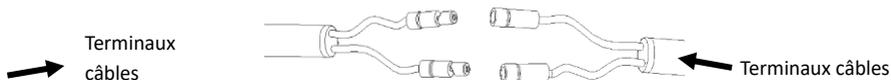

Figure 75 – Connexion câble du ventilateur à l'équipement
e) Serrer l'ensemble Figure 75 sur la face supérieure de la chambre de combustion à l'aide de 4 vis **(A)** dans les trous préparés (2).